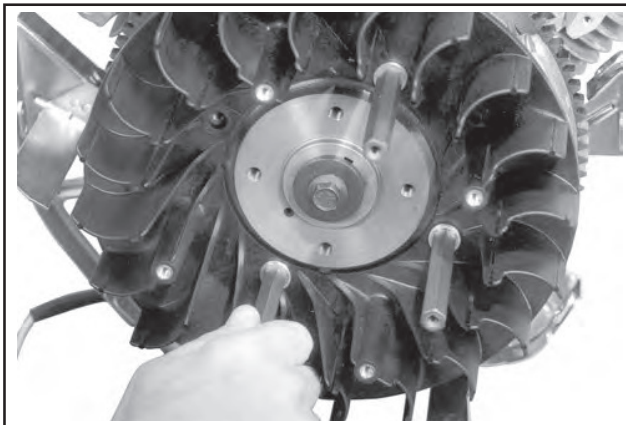

Abbildung 11-32. Montage der Halterungen des Metall-Grasschutzes.
1. Wird ein Metall-Grasschutz mit eigenen Gewindehalterungen benutzt, muss auf das Außengewinde eine Distanzscheibe montiert werden. Loctite® N. 242 Blau (entfernbar) auf den Gewinden auftragen. Vier Halterungen montieren, wie in Abbildung 11-32 gezeigt.